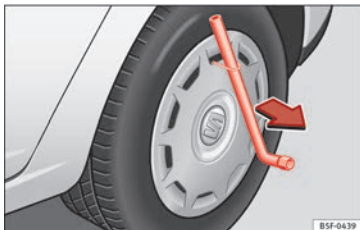

Bild 156 Byta ett däck: avlägsna hjulsidor.
- Demontera hjulsidorna med hjälp av wirekroken »» bild 156.